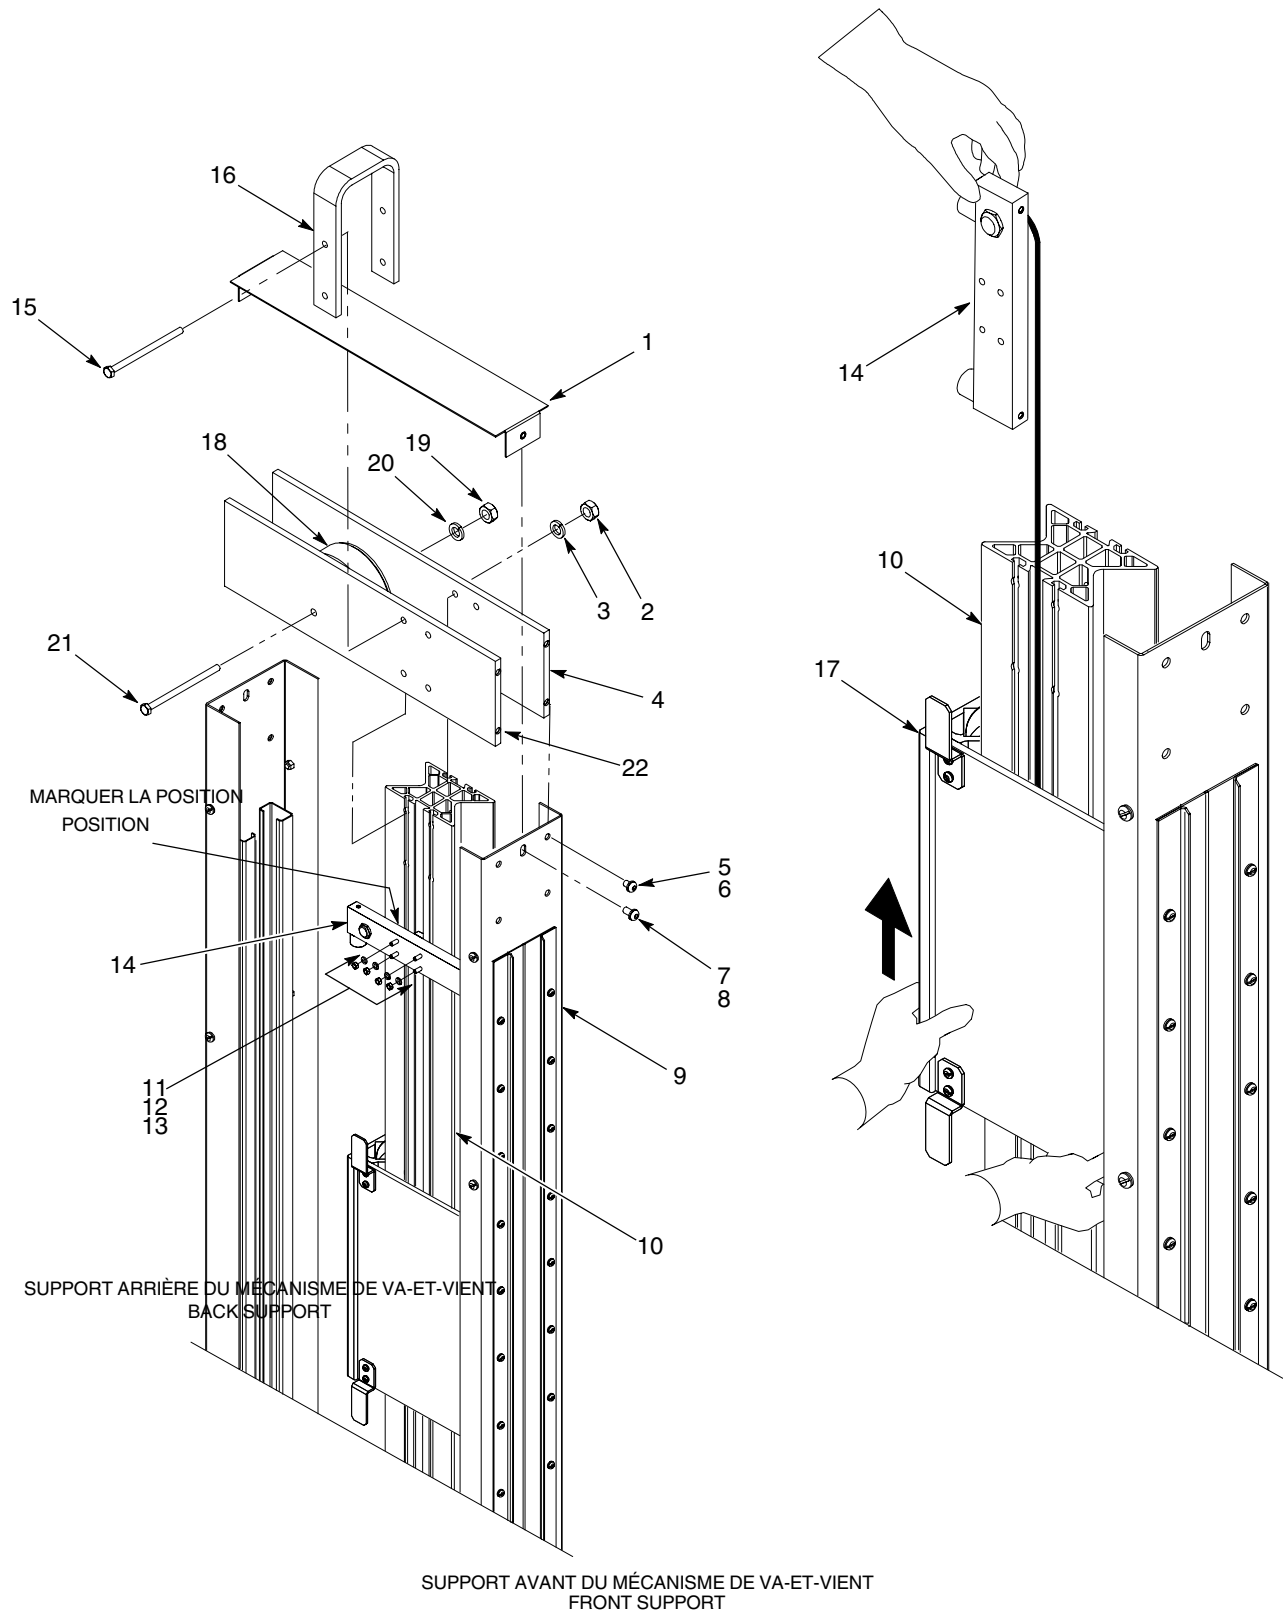

Fig. 15 Dépose du chariot à pistolet
1. Voir la figure 15. Retirer la courroie (18) de la poulie supérieure (19).
2. Retirer les vis (7) et les rondelles freins (8) qui fixent le capot supérieur (1) au mécanisme de va-et-vient (9).
3. Retirer l'écrou (19), la rondelle frein (20) et la vis (21) qui fixent la poulie (18) aux plaques latérales supérieures (4, 22). Retirer la poulie du mécanisme de va-et-vient (9).
4. Retirer les vis (5) et les rondelles freins (6) qui fixent les plaques latérales (4, 22) à l'avant et à l'arrière du mécanisme de va-et-vient (9).
5. Retirer les deux vis (15), les rondelles freins (3) et les écrous (2) qui fixent l'étrier de levage en U (16) à la piste du chariot à pistolet (10). Ne pas encore retirer les deux autres vis (15) qui fixent les plaques latérales supérieures (4, 22).